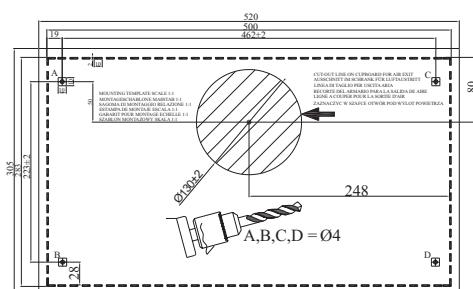

Abb. 1
- Bohren Sie mit den angegebenen Abmessungen ein Abzugsloch entsprechend der Installationsschablone. Abb. 1